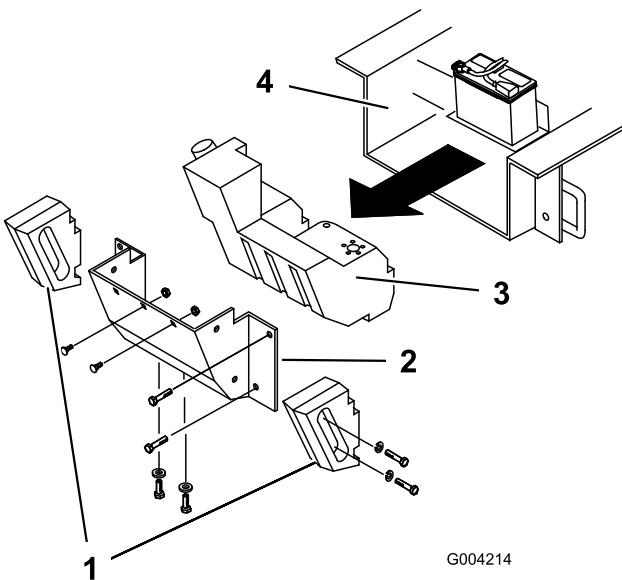

Figura 58
Con il passare del tempo, lo chassis al di sotto del motore raccoglie sporco e detriti che devono essere eliminati. A intervalli regolari, aprire il cofano e controllare l'area sottostante al motore con l'aiuto di una torcia. Quando i detriti formano uno strato di 2-5 cm, completate la seguente procedura (fate riferimento a Figura 58 per l'intera procedura):
4. Togliete le rondelle, i bulloni e le rondelle di bloccaggio che fissano i due pesi laterali e rimuoveteli (Figura 58).
7. Togliete i sei dadi e i bulloni che fissano il pannello posteriore e rimuovetelo (Figura 58).
9. Fate scivolare indietro il serbatoio carburante (Figura 58).
16. Fate scorrere parzialmente il serbatoio carburante nello chassis (Figura 58).
22. Sostituite il pannello posteriore e fissatelo con i sei bulloni e i dadi precedentemente rimossi (Figura 58).
24. Montate i pesi laterali con le rondelle, i bulloni e le rondelle di bloccaggio precedentemente rimossi (Figura 58).